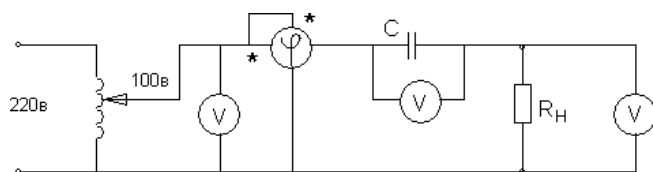

Рисунок 3
1. Собрать схему рис.3 с катушкой L и переключить тумблер фазометра в положение «инд». Затем проделать аналогичные действия и данные занести в таблицу 2.